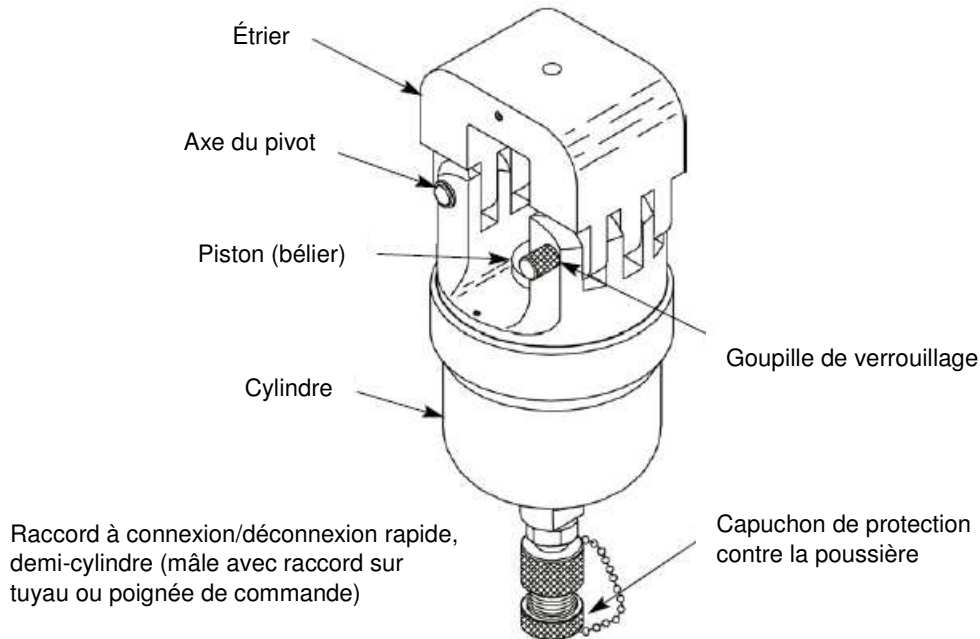

Figure 1
Cette fiche d'instructions couvre les procédures d'application, d'inspection et de maintenance des têtes de sertissage 58422-1 et 2161730-1¹ illustrées généralement à la Figure 1. Les têtes de sertissage utilisent des matrices de sertissage interchangeables utilisées pour sertir une variété de cosses et de prolongateurs robustes pour des câbles de grande taille (8 à 4/0 AWG), comme indiqué à la Figure 2. Cette fiche d'instructions fournit des informations générales sur l'insertion des matrices et la procédure de sertissage. Reportez-vous toujours aux instructions fournies avec les jeux de matrices spécifiques pour connaître les produits compatibles, les plages de câbles, les dimensions de dénudage et les procédures d'application.
1. Nettoyez soigneusement la zone de raccordement de la poignée de commande ou du tuyau et de la tête de sertissage (voir Figure 1).